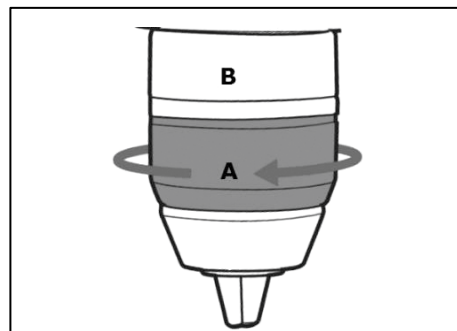

Рисунок 8.
Убедитесь, что сверло отцентрировано в зажимном патроне. Удерживая патрон за неподвижное основание (B) (рис. 8), вращайте зажимное кольцо патрона (A) по часовой стрелке – для фиксации сверла или против – для ослабления зажима.